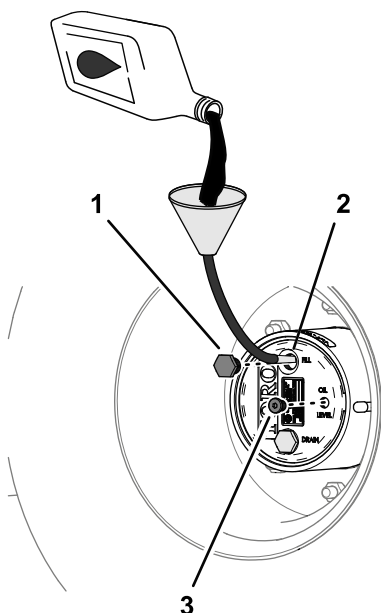

Figure 86
4. Si le niveau d'huile est trop bas, enlevez le bouchon de remplissage et ajoutez l'huile spécifiée jusqu'à ce qu'elle ressorte par le trou du bouchon de contrôle (Figure 86) ; voir Spécifications de l'huile du train planétaire \(page 72\).
6. Remettez en place les bouchons de remplissage et de contrôle (**Figure 86**).
1. Versez lentement l'huile pour engrenages spécifiée par l'orifice du bouchon de remplissage ; voir Figure 86 sous Contrôle du niveau d'huile du train planétaire \(page 72\).
3. Remettez en place les bouchons de remplissage et de contrôle ; voir Figure 86 sous Contrôle du niveau d'huile du train planétaire \(page 72\).